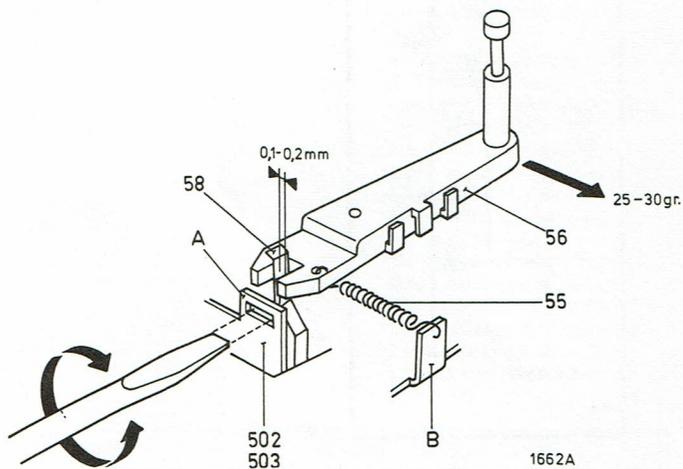

Fig. 12
4. Réglage de la commande de tension de bande (voir fig. 12 et 29)
- La distance entre le contact intermédiaire du commutateur 58 et le côté latéral de l'entaille dans la commande de tension de bande 56 doit être de 0,1 - 0,2 mm au repos. Le réglage est effectué en courbant la patte A (voir fig. 12).
- La force sur la broche de l'explorateur de la tension de bande doit s'élever à 25-30 g si à l'ouverture du contact. Le réglage est effectué en courbant la patte B (voir fig. 12).